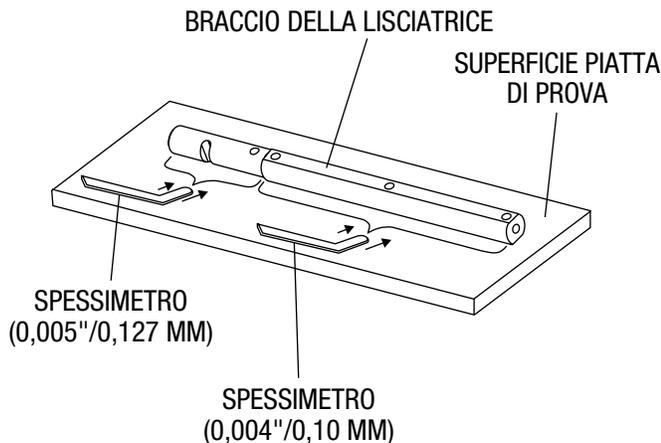

Figura 43. Verificare la planarità dei bracci della lisciatrice
2. Controllare ognuno dei sei lati del braccio della lisciatrice (sezione esagonale). Uno spessimetro di 0,10 mm non deve passare fra il braccio della lisciatrice e la superficie di prova per tutta la sua lunghezza. (figura 43).